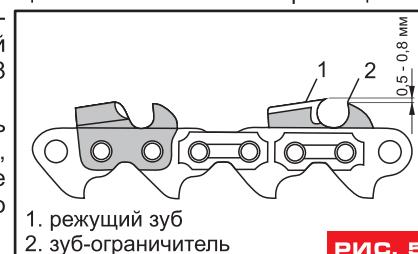
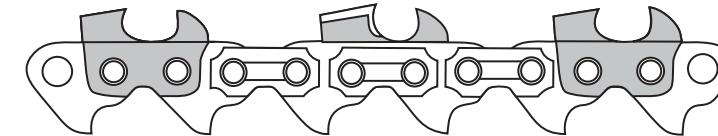

РИС. 5
РИС. 6
Внимание! Прежде чем Вы приступите к заточке цепи проверьте ее на видимые повреждения по следующим признакам (рис. 5,6):
Заточку цепи необходимо начинать с заточки режущих зубьев (1) (рис.5). Затачивайте зубья равномерно, вначале каждый второй зуб с одной стороны, потом каждый второй зуб с противоположной стороны. Длина режущих зубьев должна быть одинаковая, различная длина не допускается и может привести к нежелательным последствиям (рис.6).
Настройте установочный клин (14) с помощью установочного винта (8) чтобы клин (14) располагался в притык к затачиваемому звену и не давал цепи передвигаться в процессе заточки (рис. 6).